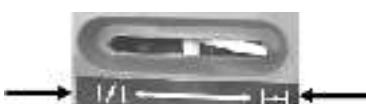

Рис. 12
1. Откройте клапан крышки топливного бака, повернув рычаг (1) в положение «I» (Рис. 12).
3. Переведите рычаг воздушной заслонки в положение «Закрыто» (Рис. 12а). После запуска двигателя переведите рычаг воздушной заслонки в положение «Открыто».
Рис. 12а